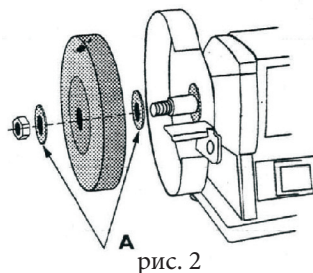

рис. 2
## 6. Замена камня точильного (рис.2)
- удалите грязь с деталей станка. Установите детали в последовательности, показанной на рис.2 шайбы устанавливаются вогнутой стороной к камню;